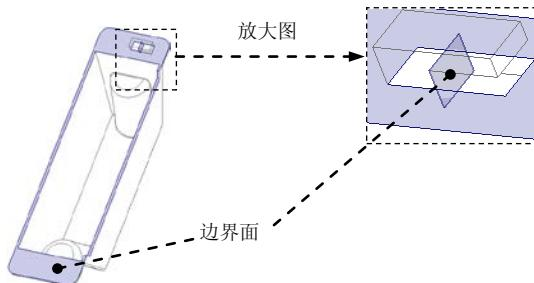

图 12.8 定义边界面（一）
- (3) 然后选取“边界面”，操作方法如下：按住 Shift 键，图 12.8 所示的表面为边界面，此时图中所示的边界面会加亮。